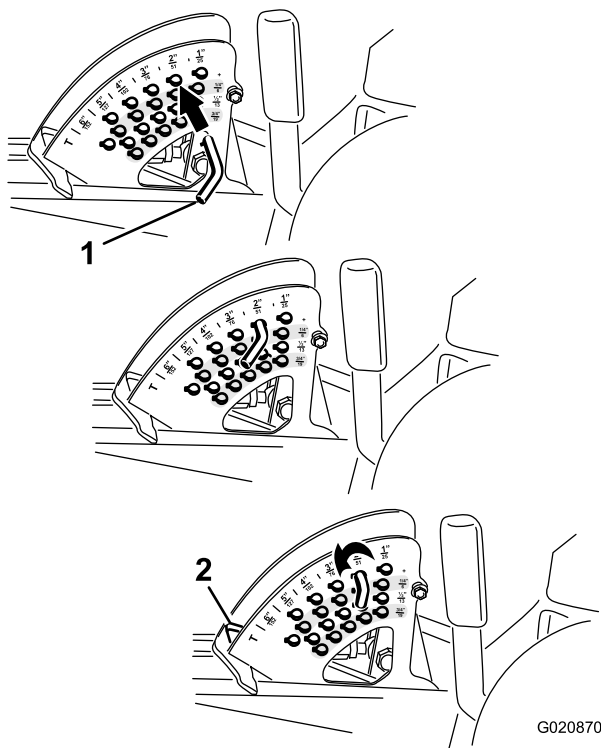

Рисунок 27
2. Чтобы отрегулировать высоту скашивания, поверните стопорный штифт так, чтобы цилиндрический штифт внутри него совпал с прорезями в отверстиях кронштейна высоты скашивания, затем извлеките штифт (Рисунок 27).
3. Выберите отверстие в кронштейне высоты скашивания, соответствующее необходимой высоте скашивания, вставьте штифт и, нажимая на него, поверните до фиксации в отверстии (Рисунок 27).
Примечание: В кронштейне есть четыре ряда отверстий (Рисунок 27). Верхний ряд обеспечивает высоту скашивания, указанную над штифтом. Второй ряд обеспечивает указанную высоту скашивания плюс 6 мм. Третий ряд обеспечивает указанную высоту скашивания плюс 12 мм. Четвертый ряд обеспечивает указанную высоту скашивания плюс 18 мм. Для положения 15,8 см имеется только одно отверстие, расположенное во